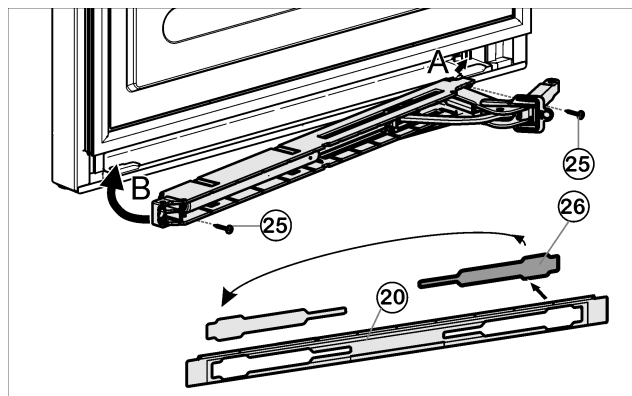

Fig. 13
- Kryt Fig. 13 (26) uvolněte z krytky Fig. 13 (20) a nasadte zase na druhé straně.
- Jednotku tlumiče zavírání dveří s kloubem zahákněte (A) a nasadte ke straně závěsu (B).
- Jednotku tlumiče zavírání pevně přišroubujte (2krát Torx® 15) Fig. 13 (25).